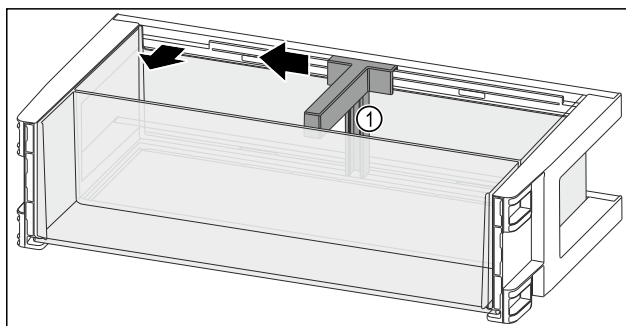

Fig. 118
- Pousser le range-bouteilles Fig. 118 (1) sur le côté jusqu'à l'évidement.
- Retirer le range-bouteilles Fig. 118 (1).